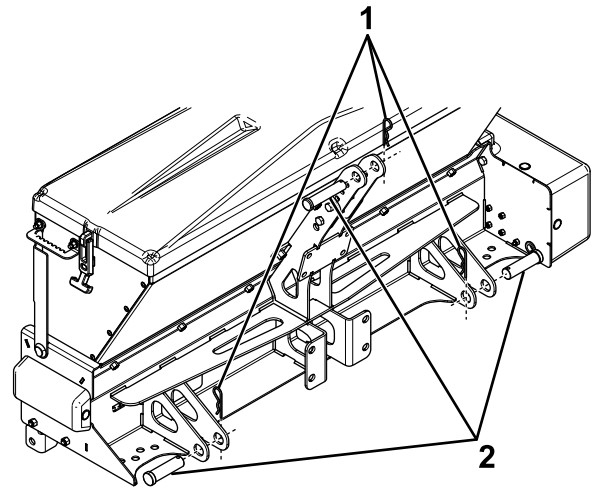

图 23
2. 将拖拉机缓慢行驶至撒布机并放下提升臂使它们与提升销支架对齐图 23。
3. 用 2 个柱销 $\frac{7}{8}$ 英寸和开口销将撒布机提升销支架固定至拖拉机图 23。
4. 将撒布机向后倾斜用柱销 $\frac{3}{4}$ 英寸和开口销将连接杆支架固定至拖拉机连接杆图 23。